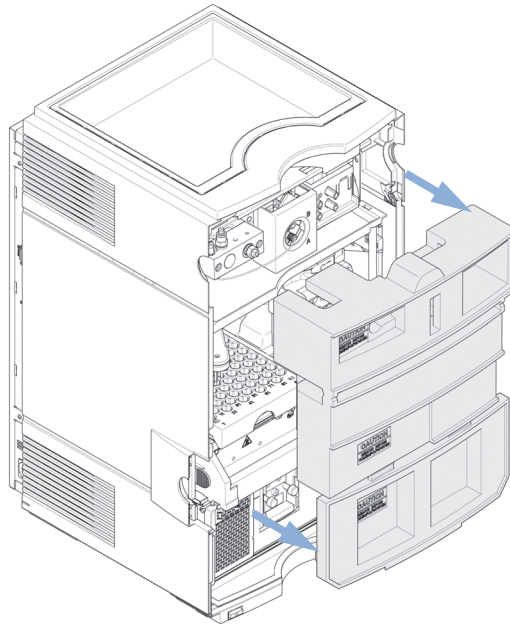

Abbildung 2 Entfernen Sie den Schaumstoff-Transportschutz.
- 14 Prüfen Sie vor dem Einschalten des Moduls, ob alle Schaumstoff-Transportschützer entfernt wurden (siehe Abbildung 2 auf Seite 37). Schalten Sie dann mit dem Netzschalter das Modul ein.